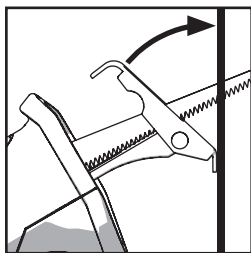

Abb. 7
- Halten Sie die Maschine in einem Winkel zum Werkstück wobei die untere Kante der Werkstück-Kontaktplatte fest am Werkstück aufliegt. (**Abb. 7**).